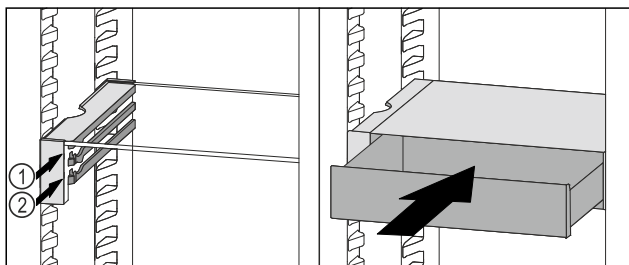

Fig. 111
- Sæt VarioSafe-skuffen ind bag stoppene på den ønskede ribbe Fig. 111 (1) eller Fig. 111 (2).